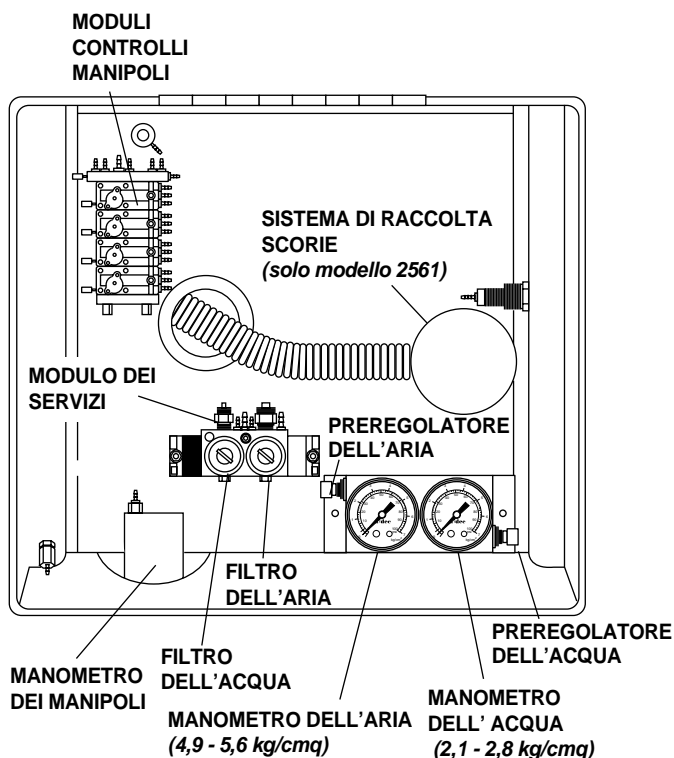

Figura 18. Dispositivi interni al carrello
I controlli dei servizi del sistema (vedere la Figura 18) si trovano al di sotto del pannello superiore del carrello.
3. Controllare i manometri presenti all'interno del carrello (*vedere la Figura 18 a pagina 16*).
Aria e acqua passano attraverso filtri separati nel modulo dei servizi prima di raggiungere il regolatore. È necessario sostituire un filtro nel momento in cui la sua ostruzione è tale da ridurre sensibilmente l'afflusso al regolatore. Per verificare l'ubicazione del modulo dei servizi, vedere la Figura 18 a pagina 16.